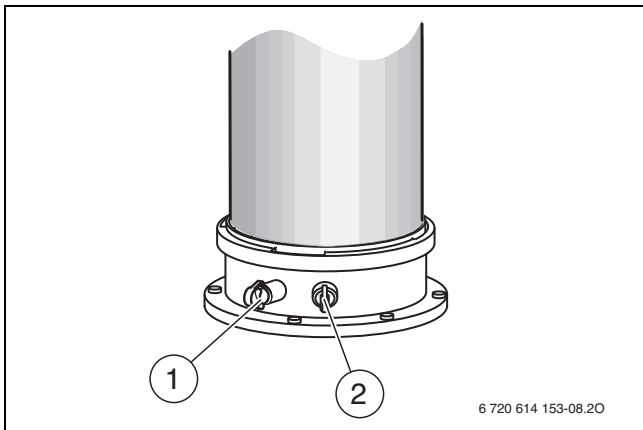

Bild 106 Abgassensstutzen und Verbrennungsluft-Messstutzen
- ▶ Stopfen am Verbrennungsluft-Messstutzen (→ Bild 106, [2]) entfernen.
- ▶ Stopfen am Abgassensstutzen (→ Bild 106, [1]) entfernen.